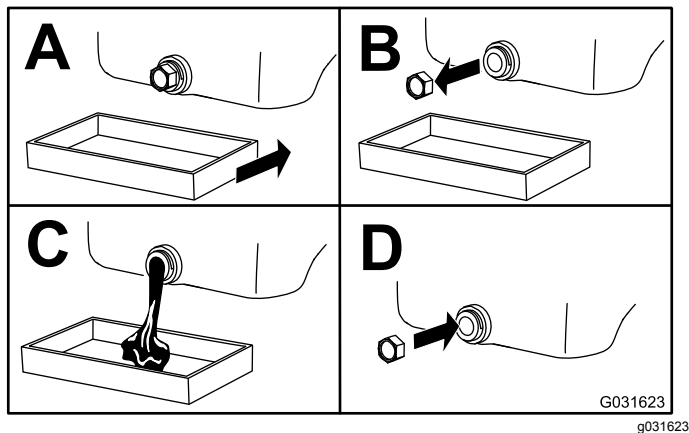

Рисунок 29
3. Замените масло (Рисунок 29).